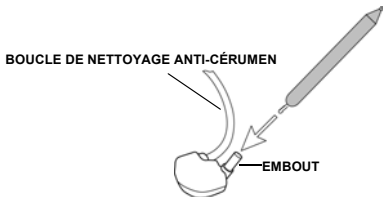

FIGURE 1 : Nettoyage anti-cérumen
- Nettoyer les embouts après chaque utilisation à l'aide de l'outil de nettoyage anti-cérumen fourni (voir figure 1).